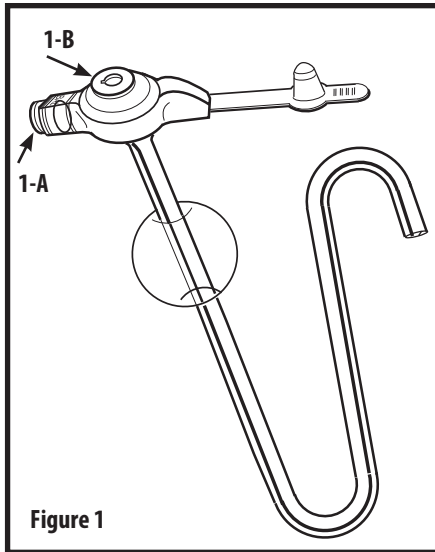

Figure 1
2. Den Ballon mit der im Set enthaltenen 6-ml-Luer-Slip-Spritze mit 5 ml sterilem oder destilliertem Wasser durch den Ballonport (Abb. 1-A) auffüllen.
4. Mit einer 6-ml-Luer-Slip-Spritze Wasser durch den Jejunalport (Abb. 1-B) spülen, um die Durchgängigkeit sicherzustellen.